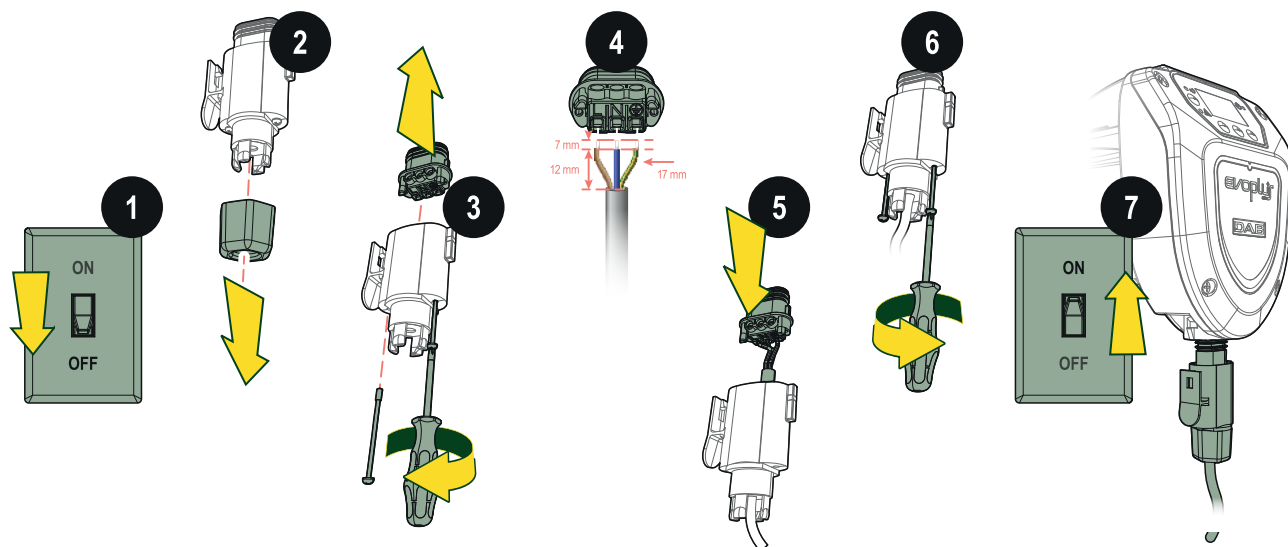

Рисунок 10
Чтобы выполнить электрическое подключение циркуляционного насоса, выполнить следующие действия Рисунок 10.
- 4 расположить провода, как показано на Рисунок 10, и протянуть кабель через кабельный ввод. Подключить провода к клеммной колодке, совместив фазу (L), нейтраль (N) и массу (PE г/в); затем затянуть три винта на проводах. Вставить проводную клеммную колодку в кабельный ввод, зафиксировав его боковыми зажимами. Затянуть стопорную гайку;